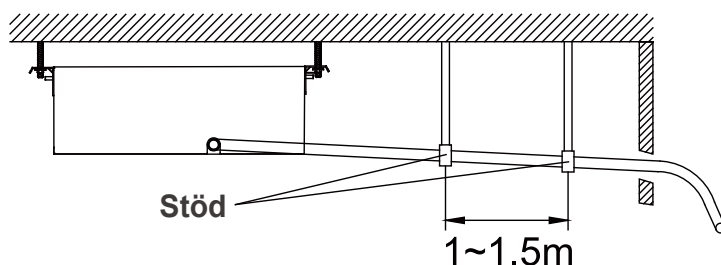

Fig.16
3. Om ledningen är lång måste man montera stöd (Fig.16).